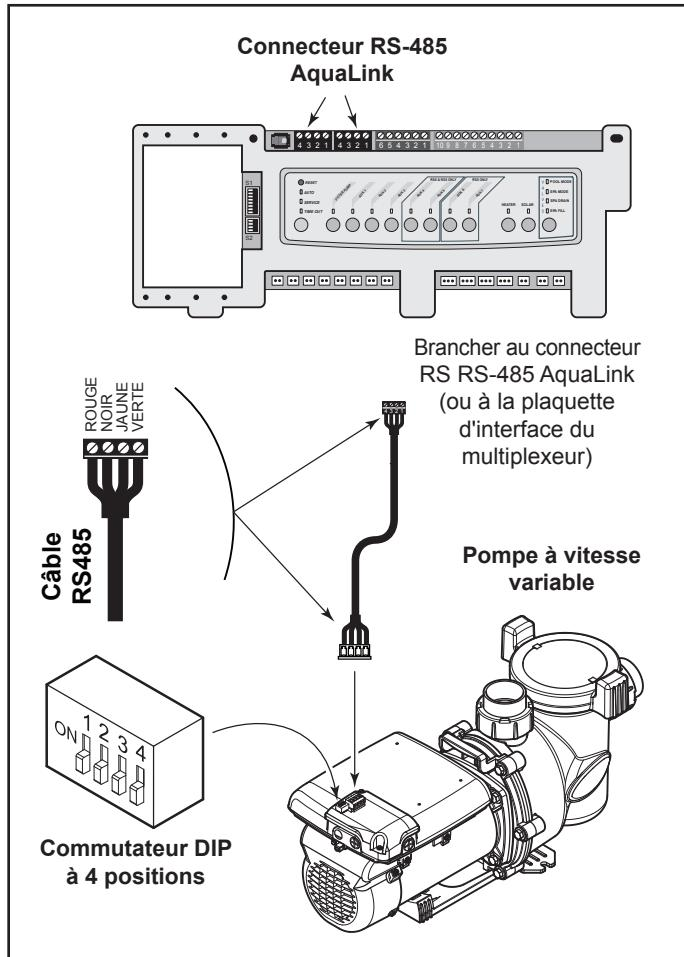

Figure 10. Câblage du régulateur RS AquaLink ou PDA AquaLink vers la pompe VS-FHP
2. Faire glisser les commutateurs 1 et 2 vers le bas, de manière à ce qu'ils soient hors tension. Voir la Figure 10.
4. Raccorder l'autre extrémité du câble à un connecteur RS-485 sur le RS AquaLink® (ou carte d'interface du multiplexeur), en faisant correspondre les couleurs de fil avec les positions du connecteur, comme suit : 1-rouge, 2-noir, 3-jaune et 4-vert. Voir la Figure 10.